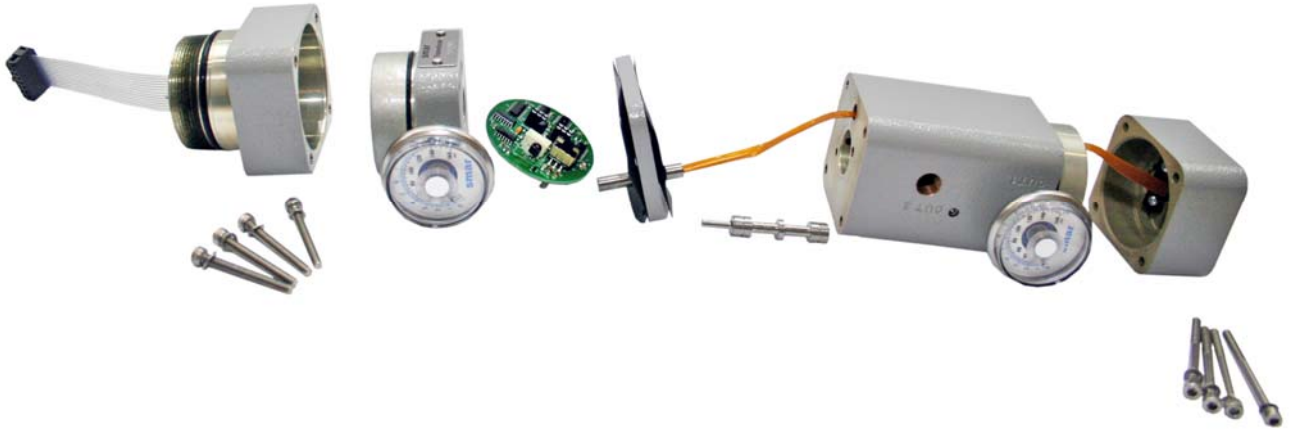

Figura 5.18 – FY301 Desmontado
3. Desmontar o equipamento conforme mostrado na Figura 5.18.